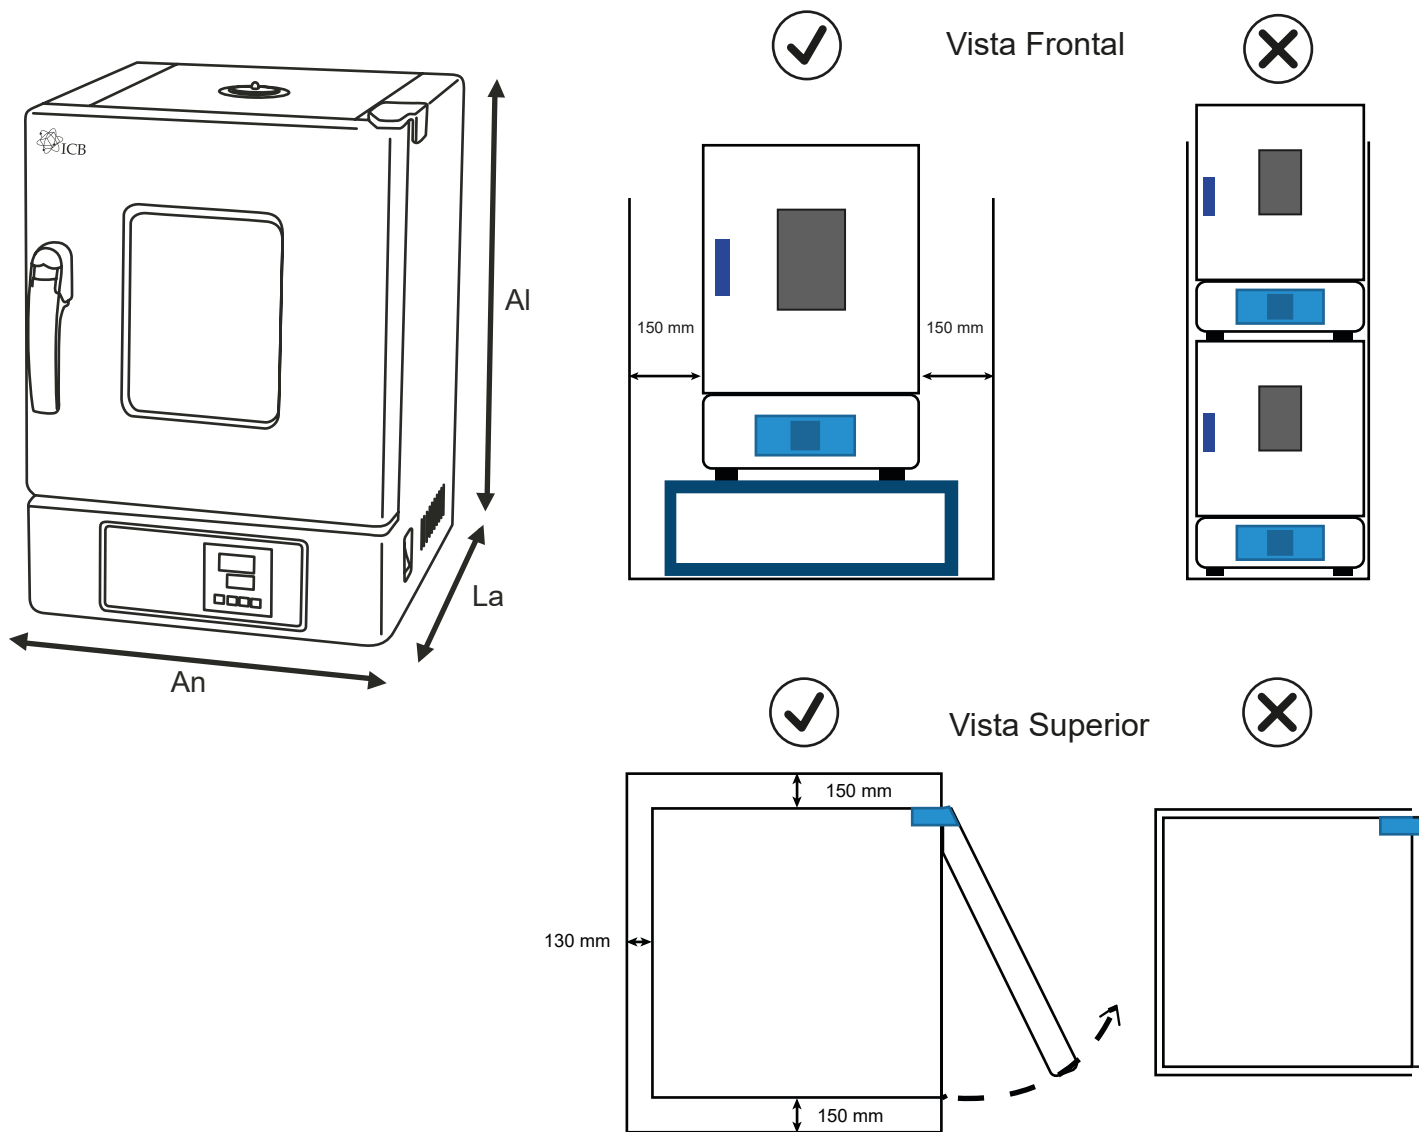

Figura 3. Distancia de colocación del horno
- El equipo debe mantenerse a cierta distancia de la pared como muestra la figura 3.